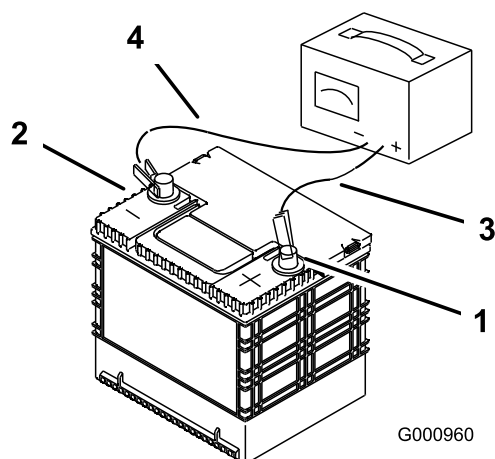

Figure 47
2. Quand la batterie est chargée au maximum, débranchez le chargeur de la prise, puis débranchez les fils du chargeur des bornes de la batterie (Figure 47).